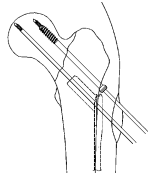

図 7
- ** 8) 骨折型によって、ラグスクリューのキーレス又はキードを選択します。術中、頸基部の回旋不安定性が認められる場合は、ラグスクリュー近位上方に回旋防止スクリューとして 6.5CCS を挿入します。（図7）